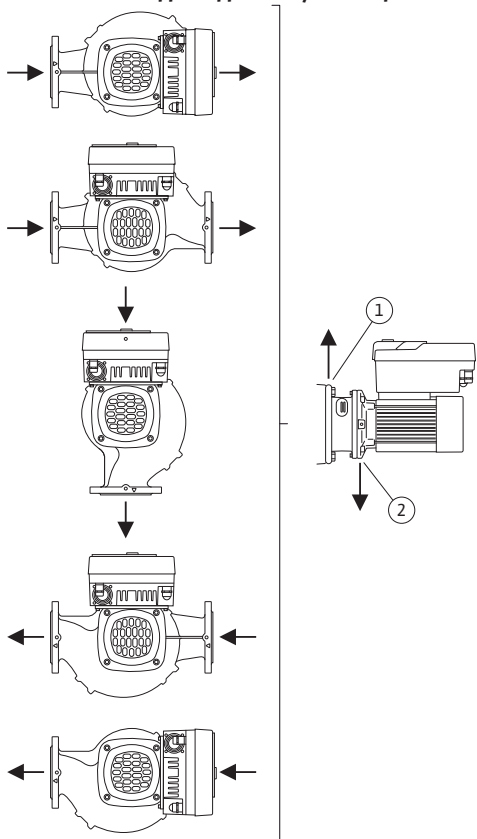

Fig. 16: Допустимые монтажные положения с горизонтальным валом
- При горизонтальном положении вала электродвигателя отверстие для отвода конденсата должно быть направлено вниз (Fig. 16, поз. 2). При необходимости электродвигатель следует повернуть.